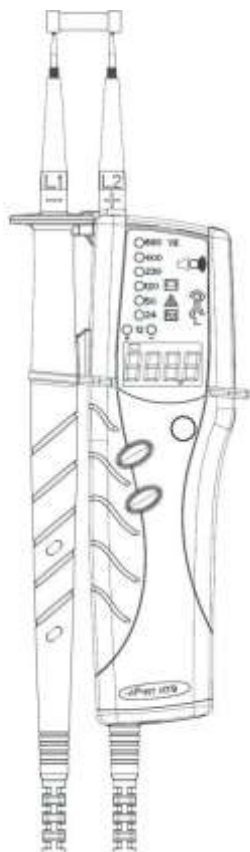

Рис.6.
1. Подключите измерительные наконечники щупов **L1** и **L2** к объекту или тестируемой цепи для проверки целостности (рис.6). Питание тестера включается автоматически.